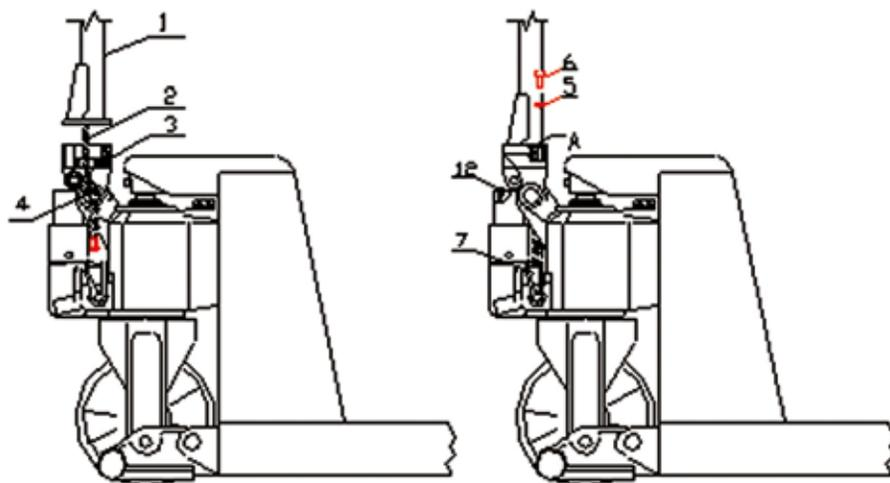

Fig. 1
3.1 Visualice Fig. 1. Primero levante la manija (1), inserte la cadena (2) a través de los orificios (3) y del perno (4).